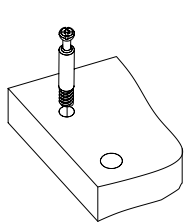

Рис.1
1. Вкрутите шпильки минификсов в соответствующие плоскостные отверстия деталей 1, 2, 5, 8, 9 (Рис. 1).